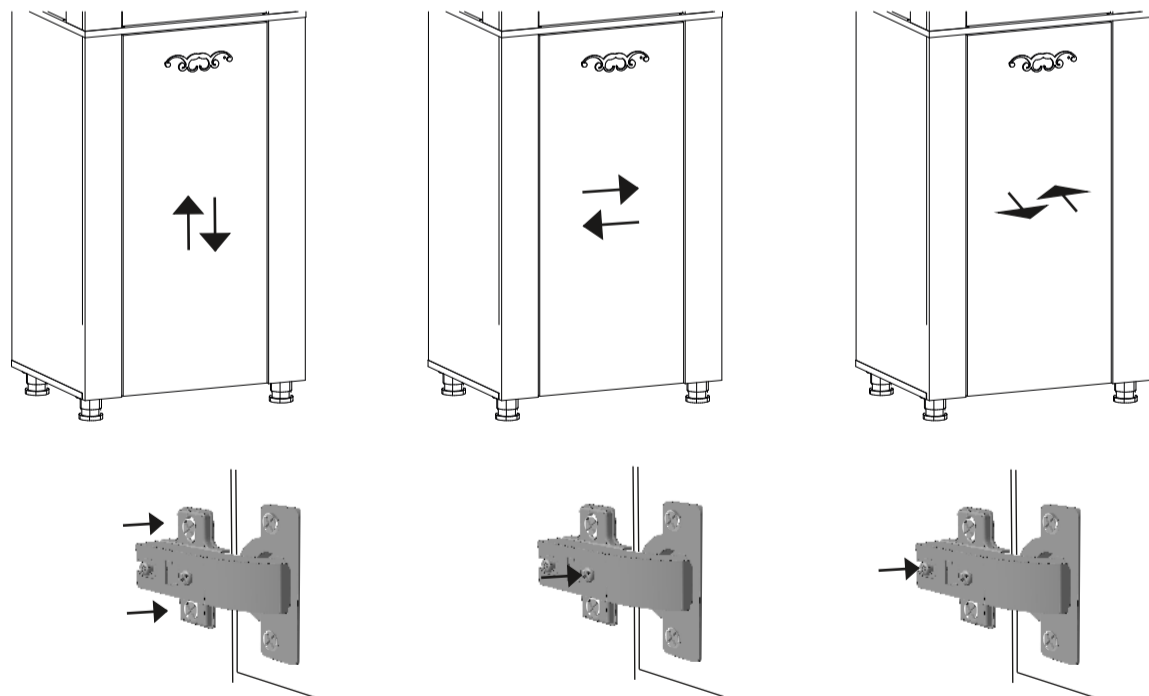

Рис. 8. Схема регулировки петель.
На детали 11 установите петли (0) при помощи саморезов (Р), установка петель см. рис.8. Закрепите ручки (Ж) на фасадах, на стеклянном фасаде (дет. 51) необходимо под винты подкладывать шайбы для стекла (У).